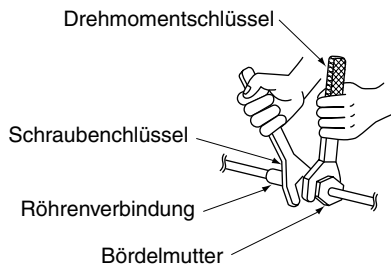

Abb. 8
- Achten Sie darauf, wie in der Zeichnung dargestellt, einen Schraubenschlüssel gemeinsam mit einem Drehmomentschlüssel zum Anschließen oder Lösen von Rohren an/von das/dem Gerät zu verwenden (Siehe Abb. 8)